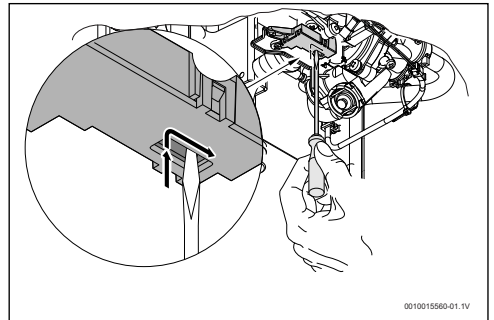

Fig. 23 *Rearme do micro-interruptor*
- ▶ Posicionar o micro-interruptor conforme Fig 23.